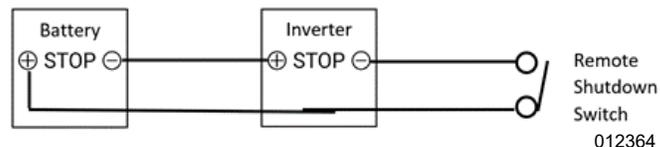

Figura 4-12. Cableado en serie del interruptor de desconexión remota
2. Consulte la **Figura 4-12**. Los terminales de DETENCIÓN y el interruptor de desconexión remoto se pueden conectar en uno solo circuitos en serie. En este caso la polaridad sí importa. Conecte “STOP +” del primer dispositivo a “STOP-” del segundo dispositivo. Entonces, conecte los dos terminales “STOP” al interruptor de desconexión remota.